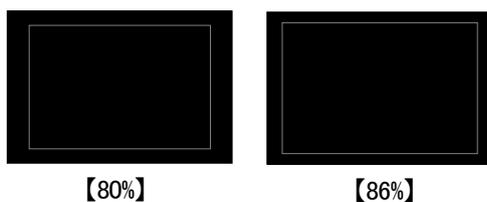

図4-11 SAFETY MARKER
- :80% 画枠80%のセーフティマーカを表示します。(図4-11参照)
- :86% 画枠86%のセーフティマーカを表示します。(図4-11参照)
- :90% 画枠90%のセーフティマーカを表示します。(図4-11参照)
- :94% 画枠94%のセーフティマーカを表示します。(図4-11参照)